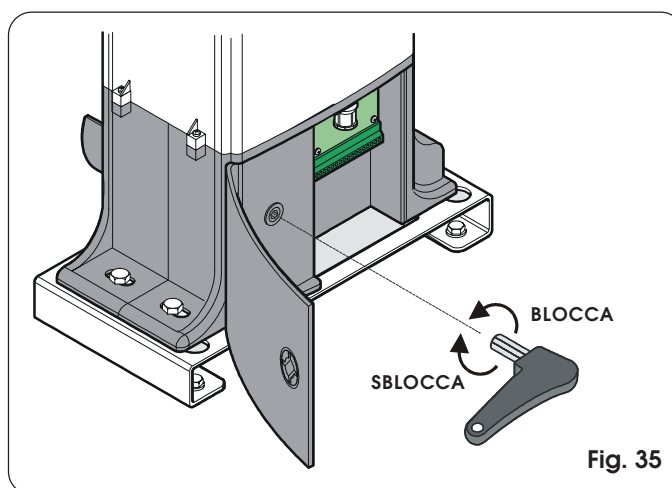

Fig. 35
- Estrarre la chiave in dotazione alloggiata all'interno dello sportello; inserirla nell'apposito sistema di sblocco e ruotarla in senso orario fino alla battuta meccanica (fig. 35).
- Ruotare la chiave di sblocco in senso antiorario fino alla battuta meccanica (Fig. 35).